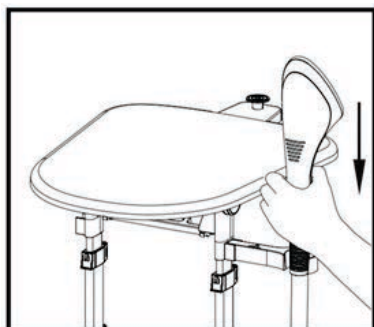

Рис. 9
5. Также вы можете зафиксировать утюжок на специальном держателе, закрепленном на опорной стойке, вставив ручку утюжка в крючок держателя (Рис. 9).